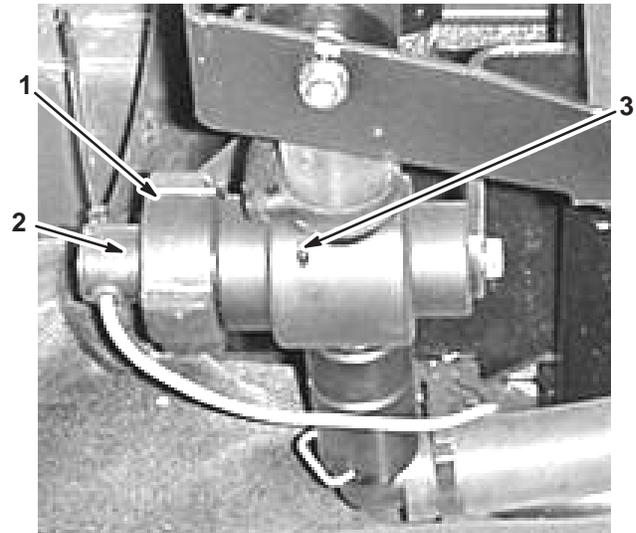

Bild 54
1. Entfernen Sie die Befestigungskappe vom Gehäuse des Durchflussmessers (Bild 54).